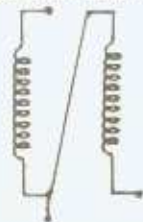

Fig. 7 - Forma de hacer la conexión en el bobinado bifilar. Bobinas L3, L6, L7.
- L3 : son 10 espiras de alambre 0,20 bobinado bifilar sobre toroide de 9 mm. En la fig. 7 se detalla como se conecta el bobinado bifilar.
- L6 : son 18 espiras de alambre 0,30 bobinado bifilar sobre toroide de 9 mm. Ver esquema de conexión en fig. 7.
- L7 : son 10 espiras bifilar alambre 0,30 sobre toroide de 9 mm. Ver fig. 7.